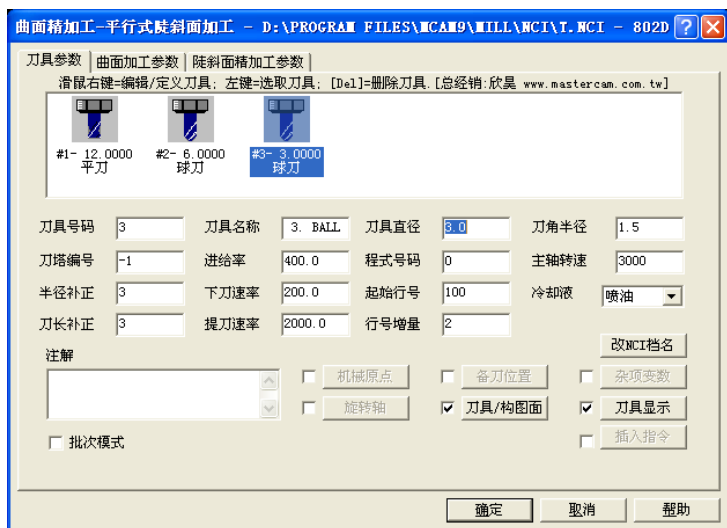

图 1-77 陡斜面加工刀具参数
- 3) 陡斜面加工刀具参数：从刀库中选择直径为 3mm 的球刀，输入进给率：400.0、下刀速率：200.0、提刀速率：2000.0、主轴转速：3000，冷却液：喷油，如图 1-77 所示。